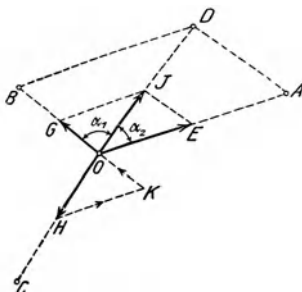

Fig. 28.
c) Zieh den Faden  $OC$  nach einer bestimmten Richtung und stecke die Nadel  $C$  in das Brett (Fig. 28). Mache an der Stelle, worüber der Knoten  $O$  liegt, mit einer Nadel einen Stich, umringe
i) Verlängere in der Fig. 28  $OG$  über  $O$  hinaus um sich selbst und verbinde den so erhaltenen Punkt  $K$  mit  $H$ . Vergleiche  $HK$  mit  $OE$ . Was stellen also die Seiten des Dreiecks  $OHK$  dar?
k) Stecke die Nadeln der Schnur  $CD$  (Fig. 28) in das Reißbrett und spanne dabei die Schnur. Bezeichne durch einen Nadelstich die Lage des Knotens  $O$ . Ziehe die Nadel  $D$  heraus und stecke die Nadeln  $A$  und  $B$  so ein, daß der Knoten  $O$  wieder seine alte Lage einnimmt. Prüfe, ob es mehrere Lagen von  $A$  und  $B$  gibt, wo der Knoten  $O$  seine ursprüngliche Lage wieder einnimmt. Auf wieviel Weisen kann man eine gegebene Kraft zerlegen?